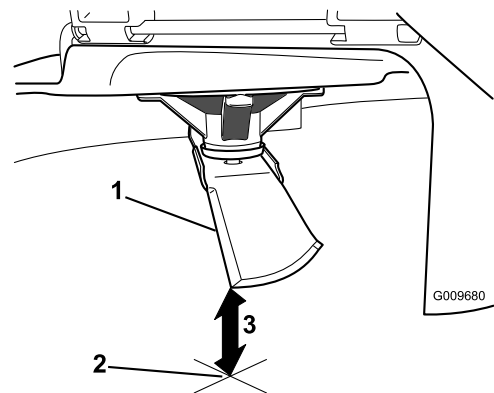

Figura 48
5. Mida desde la punta de la cuchilla hasta la superficie plana (Figura 48).